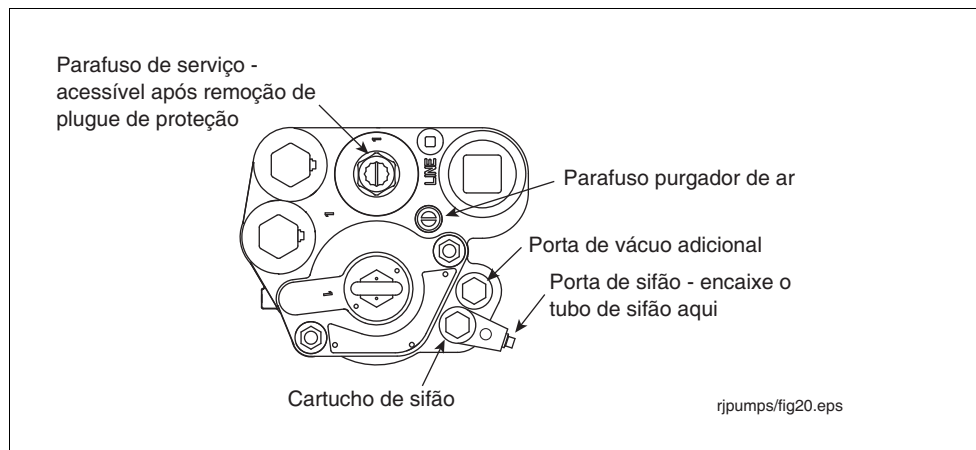

Figura 29. Portas de sifão
2. Retire e guarde o plugue protetor sobre o parafuso de serviço. Gire o parafuso no sentido horário (ver Figura 29). À medida que o parafuso for afundado, você escutará a depressurização do sistema. Continue girando o parafuso até o fim. Quando o parafuso não puder girar mais, retorne 4 voltas para erguer a válvula de retenção e deixar o combustível escoar das cavidades hidráulicas da câmara.
3. Retire o plugue de uma das duas portas de sifão da câmara (ver Figura 29).
9. Gire o parafuso do purgador de ar 2 ou 3 voltas no sentido anti-horário (ver Figura 29).
2. Retire e guarde o plugue protetor sobre o parafuso de serviço. Gire o parafuso no sentido horário (ver Figura 29). À medida que o parafuso for afundado, você escutará a despressurização do sistema. Continue girando o parafuso até o fim. Quando o parafuso não puder girar mais, retorne 4 voltas para erguer a válvula de retenção e deixar o combustível escoar das cavidades hidráulicas da câmara.